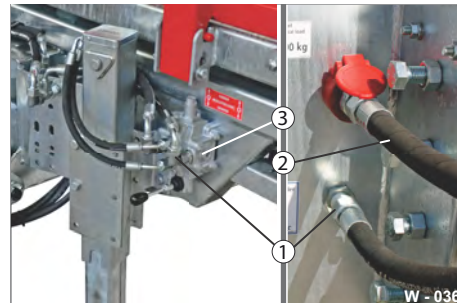

Abb. 36 Anschlüsse prüfen / warten
- ▶ Prüfen Sie sämtliche Anschlussstellen (Abb. 36/1) der Hydraulik auf Dichtigkeit (Ölverlust) und festen Sitz.
- ▶ Ersetzen Sie defekte Hydraulikkomponente z. B. Verteiler / Ansteuerung (Abb. 36/2) umgehend.
- ▶ Prüfen Sie die Schläuche (Abb. 36/3) auf Rissbildungen / Verformungen.